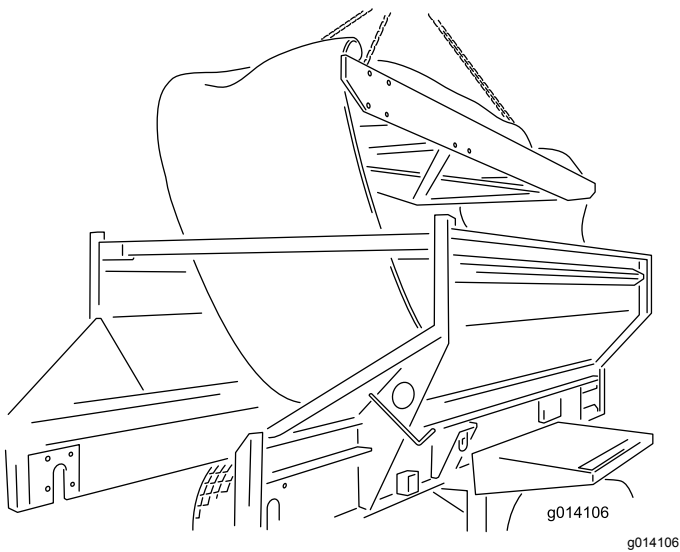

图 61
24. 通过从机器顶部将其吊起从而拆下框架。将它放在地上 (图 61)。